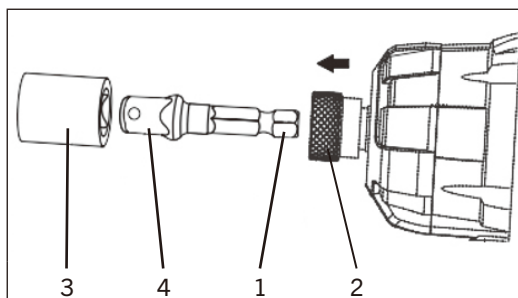

FIG. 12
1. Insérez l'extrémité hexagonale (1) dans l'embout hexagonal (2) (Fig. 12).
3. Poussez l'extrémité carrée de la douille (3) sur l'extrémité carrée correspondante de l'adaptateur (4).